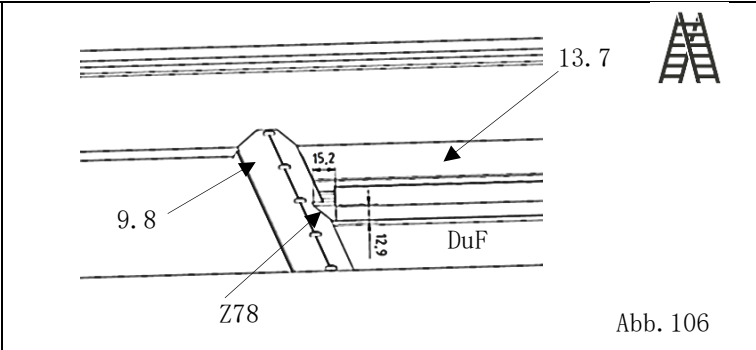

Abb. 106
- vier Abdichtungskeile (Pos. Z78) werden zwischen den Eindeckprofile (Pos. 9.8) und Querriegel-Stöße (Pos. 13.7) eingebaut. (Abb. 106)
- Hinweis:** die Maße des Abdeckwinkels dienen zur Einbau-Orientierung siehe Abb. 106